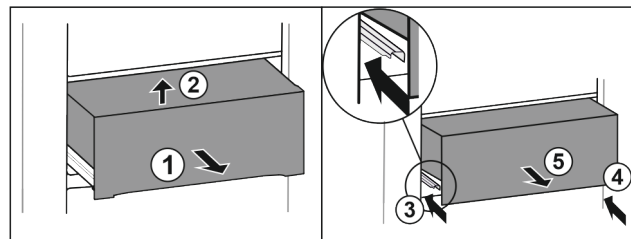

Fig. 30
- Sortir le tiroir à mi-chemin Fig. 30 (1).
- Le soulever à l'avant Fig. 30 (2).
- Rentrer le rail de gauche Fig. 30 (3).
- Rentrer le rail de droite Fig. 30 (4).
- Retirer le tiroir par l'avant Fig. 30 (5).